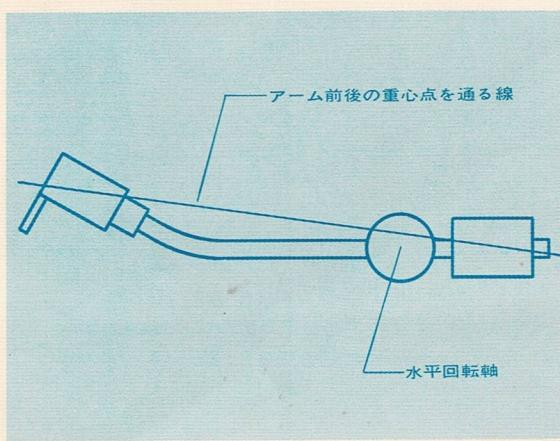
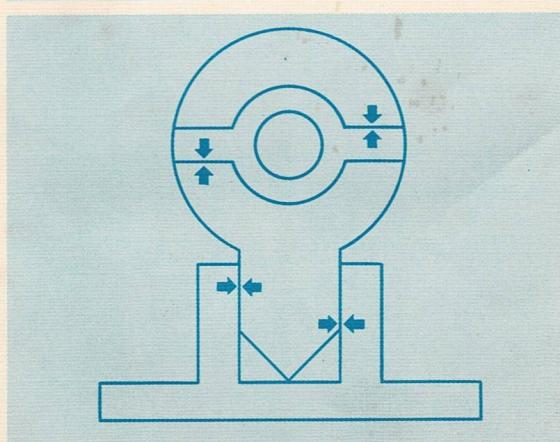

図12
図13
註5、一般にアームは、トラッキング・エラーを最小にするために、アーム・パイプを屈曲してある。このため図12のようにアーム前後の重心点を通る線上と水平回転軸がずれる。このずれを補正して重心を回転軸上に移動させるのが、ラテラル・バランスーの働きである。重心がずれていると、①軸受に図13のようなゴジル力が働いて摩擦が増えるため、軸受の感度が悪くなり必要針圧も大きくなる。但しFR-24 MK2のように軸受感度の良好な場合は、あまり影響されない。②アームに回転力が生じ、針先に余分な力が加わるおそれがある、しかしこの影響も、プレイヤー全体の水準をとってあればほとんど問題にならない。